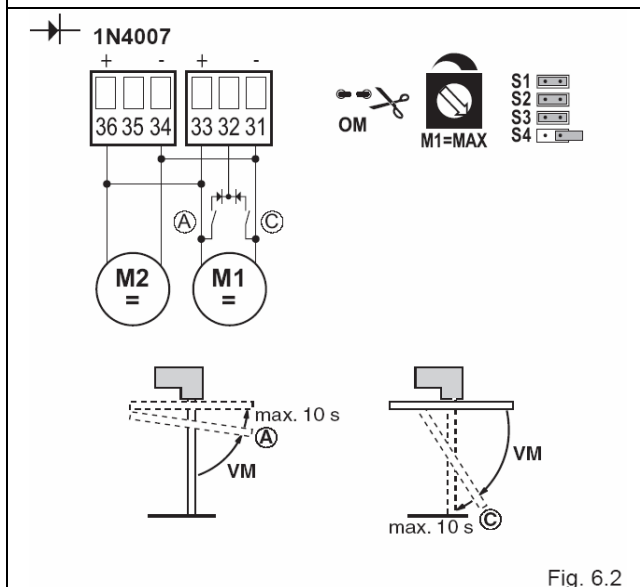

Fig. 6.2
- (Fig 6.2) **Lassító végállás kapcsolókkal történő alkalmazás**